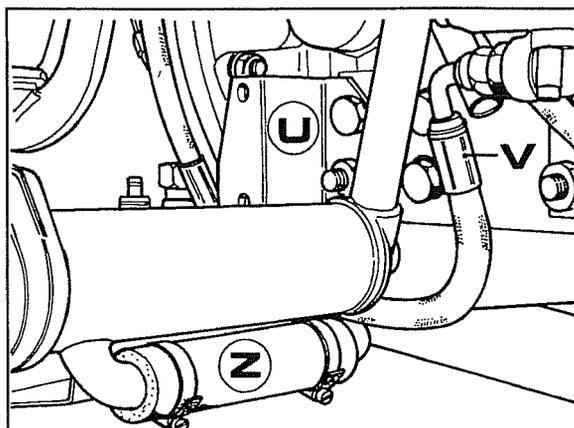

Fig. 13
11. Quitar el soporte plataformas **U** fig. 13 más el correspondiente del otro lado.
12. Desconectar el tubo **V** fig. 13 de impulsión aceite de la bomba a la válvula prioritaria.
13. Poner un recipiente para la recolección del aceite bajo el manguito **z** fig. 13, luego quitarlo teniendo cuidado de poner un tapón para bloquear la salida del aceite, o bien recoger todo el aceite para luego reponerlo.